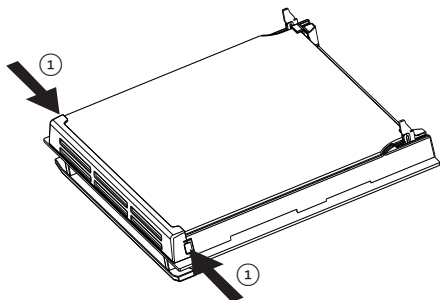

Рис. 8.12
- Дотроньтесь до выступов фиксатора стекла с обеих сторон двери и снимите фиксатор стекла (рис. 8.12, 8.13).